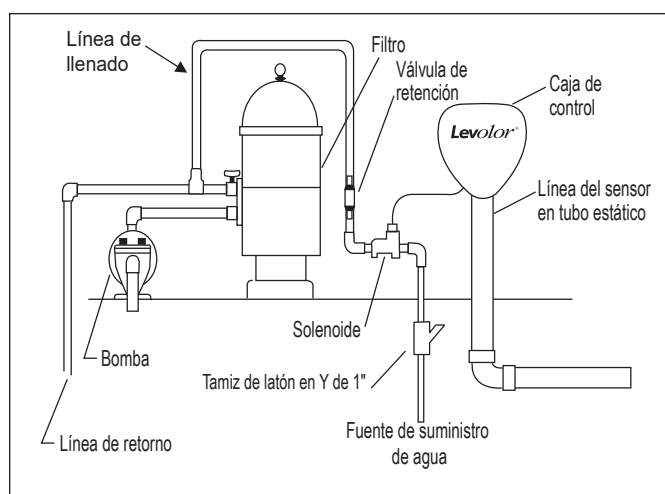

Figura 2. Instalación de LX2
- Monte la caja de control en la tubería estática donde está instalado el sensor. Consulte la Figura 2.